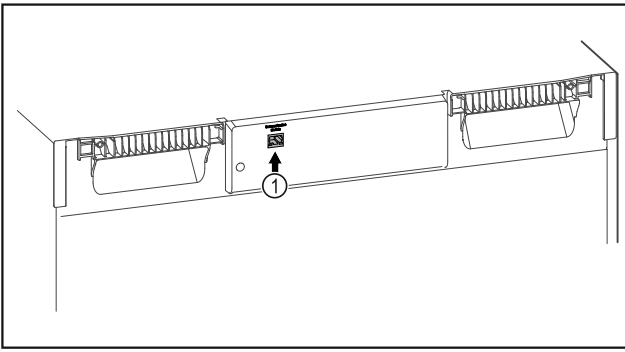

Fig. 78
- SmartModule Fig. 78 (1) er installert.